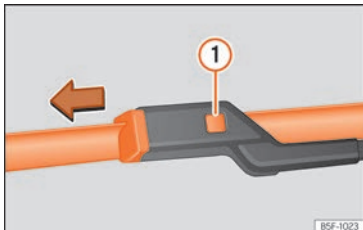

Abb. 188 Scheibenwischerblätter vorne auswechseln.
- Die Entriegelungstaste »» (Abb. 188) ① gedrückt halten und gleichzeitig das Scheibenwischerblatt vorsichtig in Pfeilrichtung abziehen.